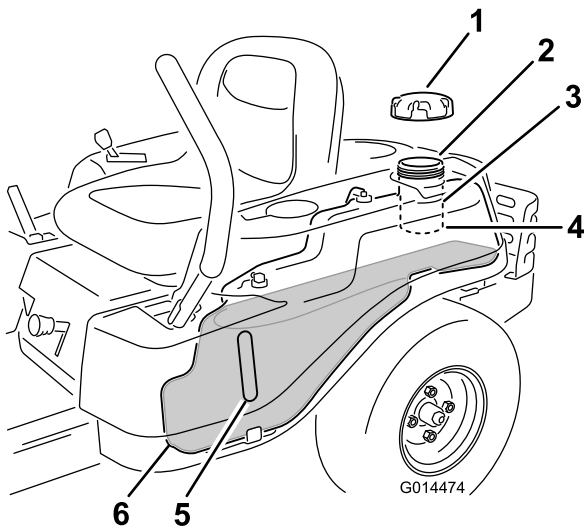

Figura 9
**Nota:** È possibile utilizzare l'indicatore di livello del carburante per controllare la presenza di benzina prima di procedere al riempimento del serbatoio (Figura 9).
2. Aggiungete **lentamente** normale benzina senza piombo fino a che il carburante raggiunge la base del bocchettone di riempimento (Figura 9).